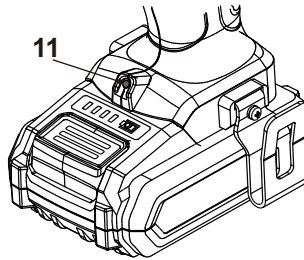

Fig. 16
La luz de trabajo (11) se enciende automáticamente al pulsar el interruptor de encendido/apagado (7) (Fig. 16).